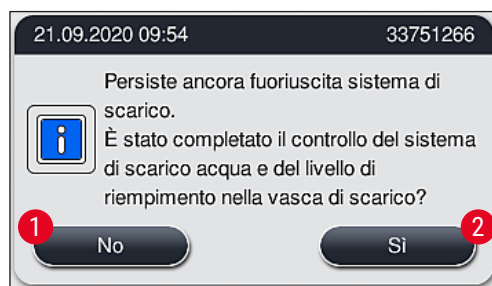

Fig. 124
- Se, dopo 5 minuti e dopo che sono stati eseguiti ulteriori tentativi di pulizia, l'ostruzione persiste, un messaggio (→ "Fig. 124") sul display informa l'utente che il livello dell'acqua è ancora troppo alto. Se l'utente preme **No** (→ "Fig. 124-1"), può estendere il tempo di attesa di altri 5 minuti, per eseguire ulteriori tentativi di pulizia. Se gli ulteriori tentativi di pulizia eseguiti in questo secondo intervallo di tempo hanno esito positivo, il problema viene risolto come descritto al punto 1. Se è necessario altro tempo per eseguire le misure di pulizia, premere nuovamente **No** (→ "Fig. 124-1"). È possibile rinnovare più volte l'intervallo di attesa. Se non è possibile eliminare l'ostruzione nonostante tutti i tentativi di pulizia, premere **Sì** (→ "Fig. 124-2") per avviare un processo di interruzione controllata, vedere le successive sezioni 3 e 4.